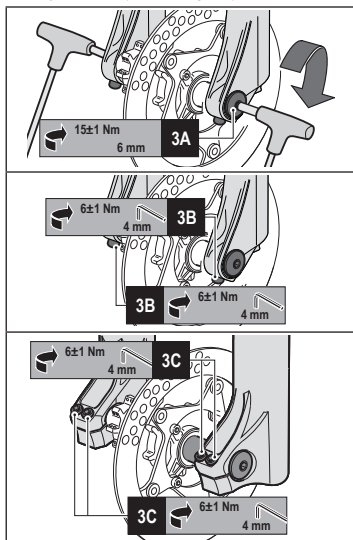

Figura 3 - Installazione ruota su forcelle con perno passante ø20mm
- Allineare il centro della ruota con i due dispositivi di ritegno (vedi 3A di Figura 3).
- Inserire il perno attraverso il portaruota destro, la ruota ed il portaruota sinistro (vedi 3A di Figura 3).
- Serrare il perno alla coppia prevista (15 ± 1 Nm) agendo sul tappo del perno (vedi 3A di Figura 3) con 2 chiavi a brugola da 6 mm.
- Per i modelli DIRT JUMPER serrare le viti poste sui due dispositivi di ritegno alla coppia prevista (6 ± 1 Nm) con una chiave a brugola da 4 mm (vedi 3B di Figura 3).
- Per i modelli 888 serrare le viti poste sui due portaruota alla coppia prevista (6 ± 1 Nm) con sequenza "1-2-1" utilizzando una chiave a brugola da 4 mm (vedi 3C di Figura 3).